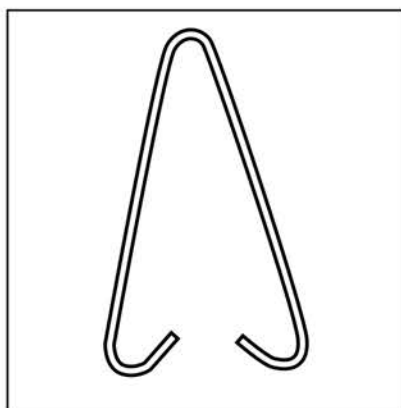
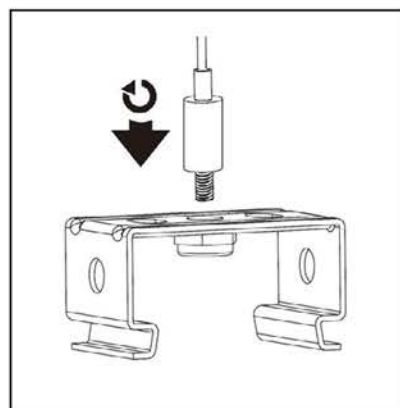

Рис. 5
Рис. 6
5.14 Для установки осветительного прибора на подвесы используйте скобы (2 шт. – рис. 5) для подвесного монтажа (входят в комплект поставки) или тросовую систему подвеса (рис. 6) (в комплект поставки не входит и приобретается отдельно).